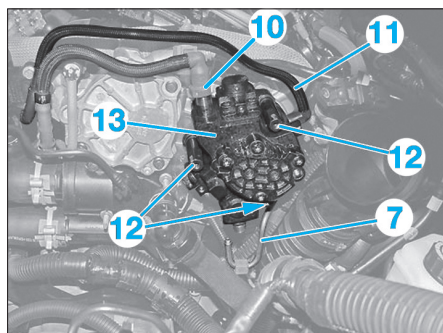

Fig. 32
- Désaccoupler et mettre de côté (Fig.32) :
- la conduite haute pression (7),
- le tuyau d'arrivée de carburant (10) sur la pompe haute pression,
- le tuyau retour de carburant (11) sur la pompe haute pression.
- Déposer les fixations (12).
- Ecarter la pompe haute pression carburant (13).